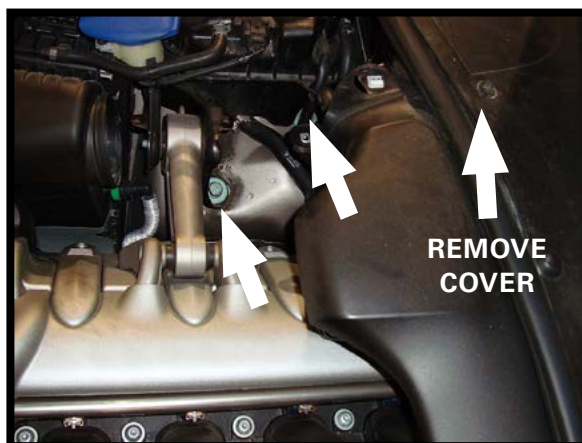

图10-8
9. 打开引擎盖，拆下固定空气支柱顶部的三(3)个安装螺栓。拆下塑料盖，可拆卸第三个螺栓。(图10-8)